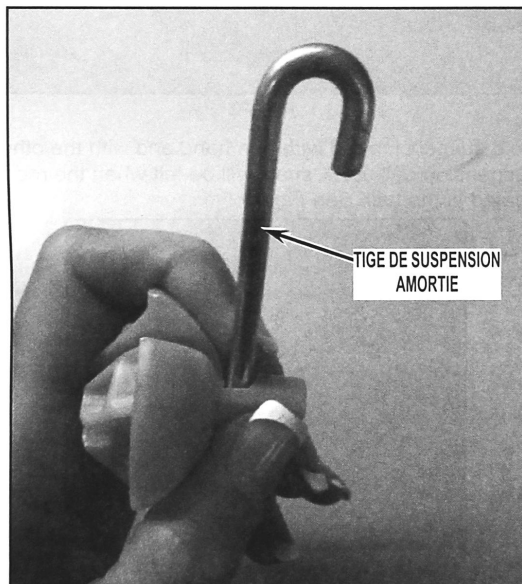

FIGURE 2
3. Introduire la tige de suspension dans la fente de la butée hémisphérique de suspension. Voir la *Figure 2*.